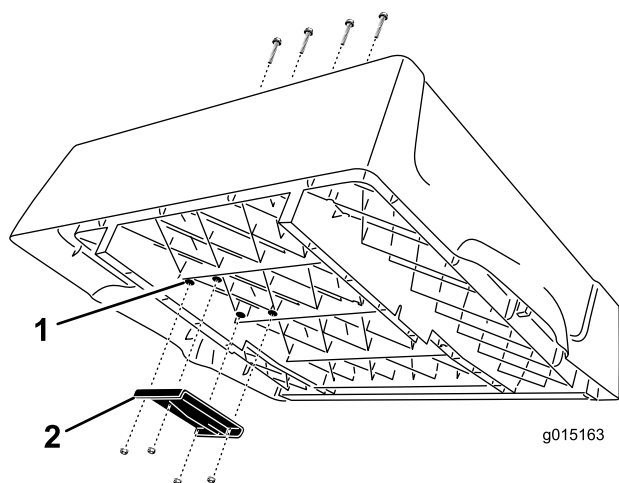

Figura 3
1. Individuate le 4 borchie sul lato destro del sottoscocca (Figura 3). Utilizzando un trapano con una punta da 9,5 mm, trapanate con cautela le borchie per praticare quattro fori attraverso il fondo del cassone.
2. Montate la staffa di sollevamento superiore nel sottoscocca con 4 vite Phillips a testa piatta (3/8 x 2-1/2 poll.) e i dadi di bloccaggio flangiati (Whiz lock) (3/8 pollice). Collocate la staffa come illustrato in Figura 3.